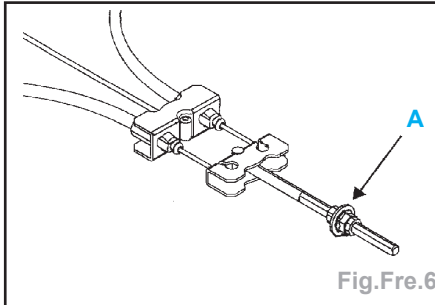

Fig.Fre.6
- Détendre les câbles de frein à main en agissant sur l'écrou de réglage du palonnier (A) (Fig.Fre.6).